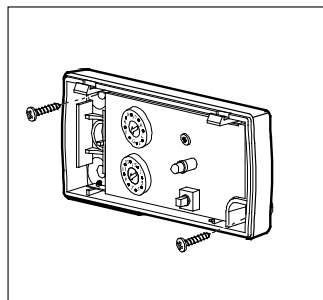

Fig. 5
3. Montér bunddel horisontalt på det ønskede sted, med to skrue. Fig. 5.